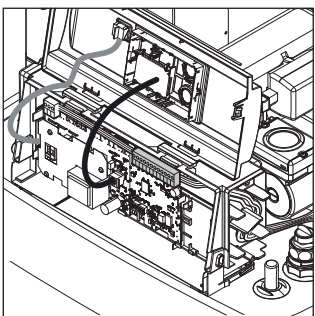

Figura 4-23 Tender el cableado en la regulación y crear las conexiones eléctricas.
- Tender el cableado en la carcasa de regulación y crear las conexiones eléctricas. (figura 4-23)